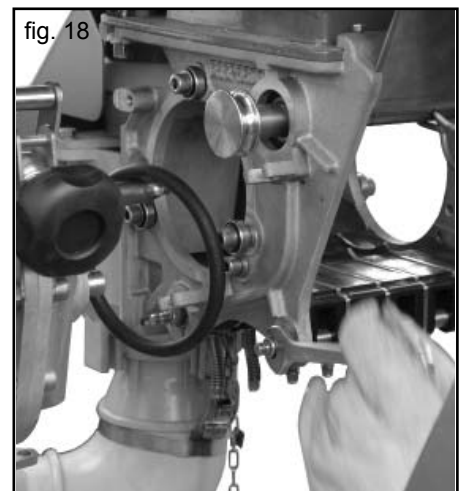

fig. 18
- 1) Para desmontar el grupo de los palpadores afloje las cuatro tuercas de los ejes (delante y detrás) (Fig. 18), utilizando una llave de 13 mm,.....